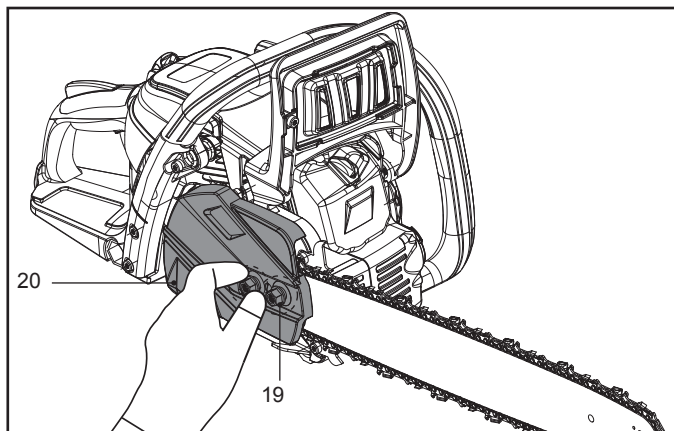

Fig. 6
9. Mentează la loc capacul ambreiajului (20). Strânge piulițele de fixare (19) doar cu degetele în această etapă (Fig. 6).
**NOTĂ:** Tensiunea lanțului nu poate fi reglată cu piulițele de fixare (19) strânse complet.